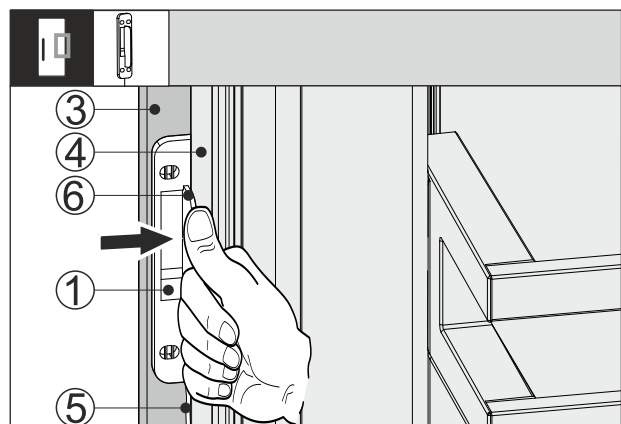

Fig. 66
- Klopfsensor Fig. 66 (1) zwischen Möbelfront Fig. 66 (3) und Gerätetür Fig. 66 (4) schieben, so dass das Kabel Fig. 66 (5) leicht gespannt ist. Der Anschlag Fig. 66 (6) des Klopfensors liegt an der Gerätetür Fig. 66 (4) an.
- Klopfsensor Fig. 66 (1) an der Möbelfront Fig. 66 (3) anpressen.
- ◊ Klopfsensor Fig. 66 (1) ist angeklebt. Das Ankleben des Klopfensors optimiert die Übertragung des Klopfsignals.
Dauerhafte Fixierung des Klopfensors Fig. 66 (1) erhöht die Lebensdauer.
- ▶ Klopfsensor Fig. 66 (1) mit den mitgelieferten Schrauben an der Möbelfront Fig. 66 (3) anschrauben.